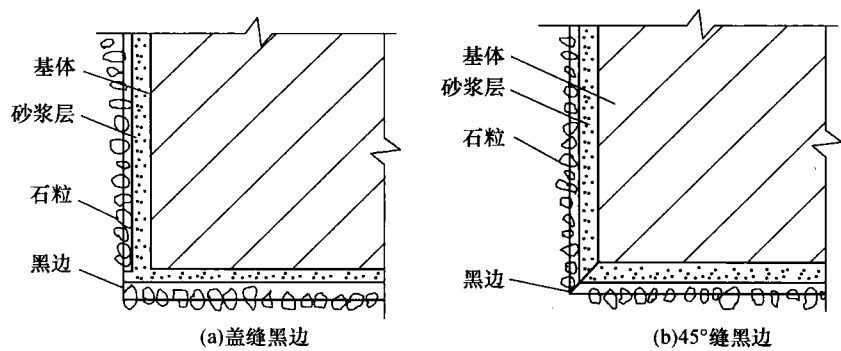

图 1-3 黑边示意图
甩石子	(1)抹好黏结层之后,待干湿情况适宜时即可用手甩石粒。一手拿 40 cm×35 cm×6 cm 木板框下钉 16 目筛网的接料盘,内盛洗净晾干的石粒(干粘石一般多采用小八厘石粒,过 4 mm 筛子,去掉粉末杂质),一手拿木拍,用拍子铲起石粒,并使石粒均匀分布在拍子上,然后反手往墙上甩。甩射面要大,用力要平稳有劲,使石粒均匀地嵌入黏结层砂浆中。如发现有匀或过稀现象时,应用抹子和手直接补贴,否则会使墙面出现死坑或裂缝。 (2)在黏结砂浆表面均匀地粘上一层石粒后,用抹子或油印橡胶滚轻轻压一下,使石粒嵌入砂浆的深度不小于粒径的 1/2,拍压后石粒表面应平整坚实。拍压时用力不宜过大,否则容易翻浆糊面,出现抹子或滚子轴的印迹。 (3)阳角处应在角的两侧同时操作,否则当一侧石粒粘上去后,在角边处的砂浆收水,另一侧的石粒就不易粘上去,出现明显的接搓黑边,如图 1-3(a)所示。如采取反贴八字尺也会因 45°角处砂浆过薄而产生石粒脱落的现象,如图 1-3(b)所示。 (4)甩石粒时,未粘上墙的石粒到处飞溅,易造成浪费。操作时,可用 1 000 mm×500 mm×100 mm 木板框下钉 16 目筛网的接料盘,放在操作面下承接散落石粒。也可用 $\phi 6$ 钢筋弯成 4 000 mm×500 mm 长方形框,装上粗布作为盛料盘,直接将石粒装入,紧靠墙边,边甩边接